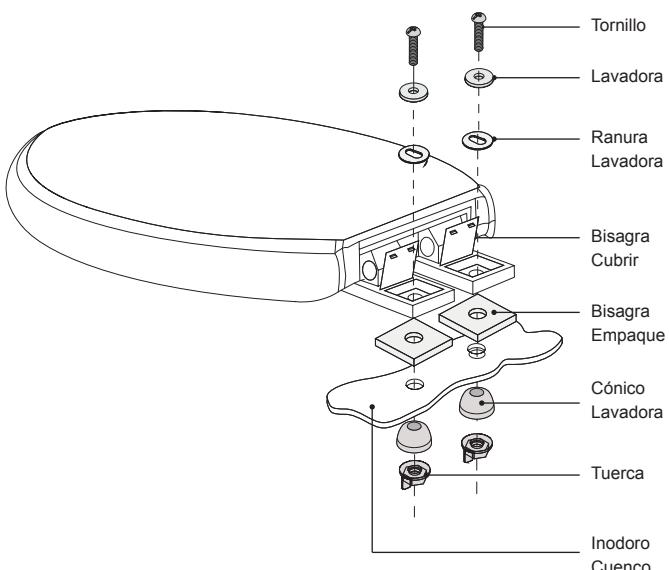

Figura 15
- ① Retire con cuidado el asiento de edad (si procede).
- ② Instale el asiento del inodoro en el recipiente cerámico (como se ilustra a la derecha) utilizando las piezas proporcionadas.
- ③ Centro de la tapa del inodoro sobre la taza de cerámica, a continuación, apriete los tornillos de montaje con un destornillador de ranura (Figura 15).
- ④ Ajustar cubiertas de las bisagras hacia abajo sobre los tornillos de montaje para completar la instalación.